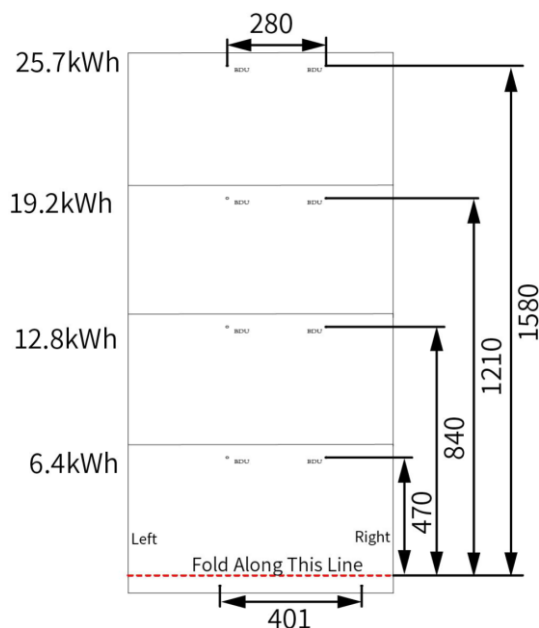

Figura 5-3 Dimensioni di foratura (Unità: mm)
Passo 1 Determinare la posizione di foratura secondo il disegno delle dimensioni di installazione del prodotto mostrato nella Figura 5-3.